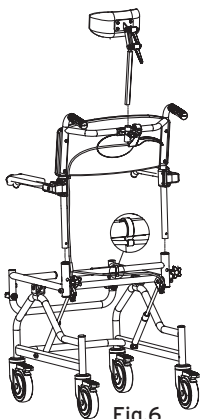

Fig.6
- Colocar el respaldo en el interior de los orificios del bastidor de la carrocería y fijarlo mediante los dos pomos de fijación (Fig.6);
- Poner el reposacabezas en el soporte ya instalado sobre el tirador de empuje y apretar el soporte (Fig.6);